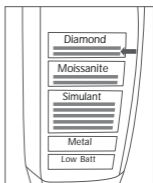

图7b
7. 校准过程中，“Simulant”（模拟物）、“Moissanite”（碳硅石）和“Diamond”（钻石）指示灯将逐一点亮，并伴随着有节奏的哔哔声，“Diamond”（钻石）LED灯表示校准阶段结束，如图7b所示。